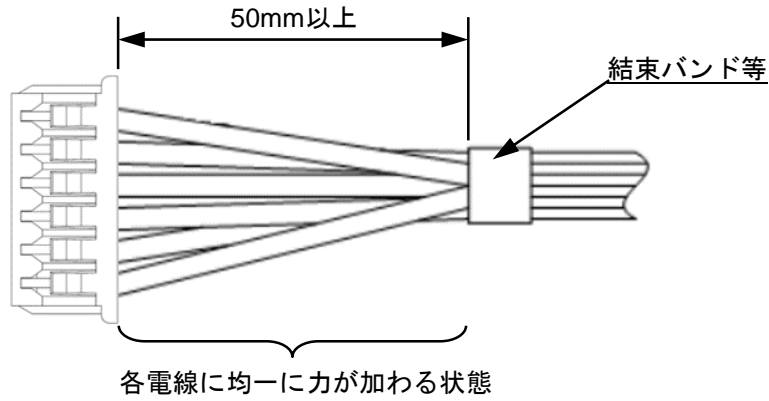

Fig.7-1 適切なハーネス結束状態
- ① 電線の結束は、コネクタから 50mm 以上のところで、電線に加わる力が均一になるようにしてください。**(Fig.7-1)**